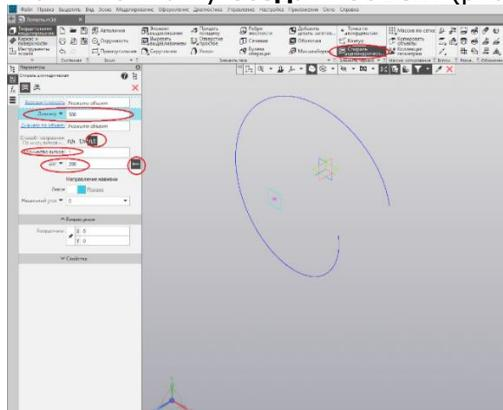

Рис. 41.
5. Для построения **Спирали 1** выделите **Смещенную плоскость** щелчком мыши в окне модели. Нажмите кнопку **Спираль цилиндрическая**  на панели **Элементы каркаса**. В группе **Способ построения** нажмите кнопку **По числу витков и шагу** . Задайте значения в полях Панели параметров: **количество витков** — **1**, **Шаг** — **L**, введя это выражение с клавиатуры. В поле **Шаг** будет показано значение переменной **200=L**. Смените направление построения . В поле **Диаметр** задайте значение диаметра **500**. Остальные параметры оставьте без изменения. Нажмите кнопку **Создать объект** (рис. 41).